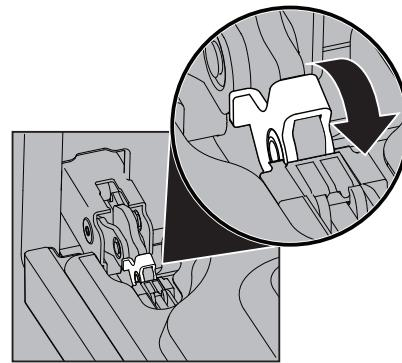
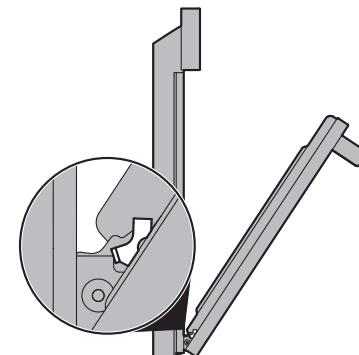

Figure 22: Serrure de charnière de porte
Figure 23: Position de retrait
2. Tirez vers l'avant le verrou situé sur chaque support de charnière du four jusqu'à ce que le verrou s'arrête. Vous devrez peut-être appliquer une petite pression vers le haut sur le verrou pour le tirer vers le haut (Figure 22 et Figure 23).
2. Tenez la porte du four au même angle que pour le retrait. Insérez avec précaution les leviers de charnière dans le cadre du four jusqu'à ce que vous sentiez que les leviers de charnière sont logés dans les encoches de charnière. Les bras de charnière doivent être entièrement insérés dans les encoches de charnière avant que la porte du four ne puisse être complètement ouverte. (Figure 23).